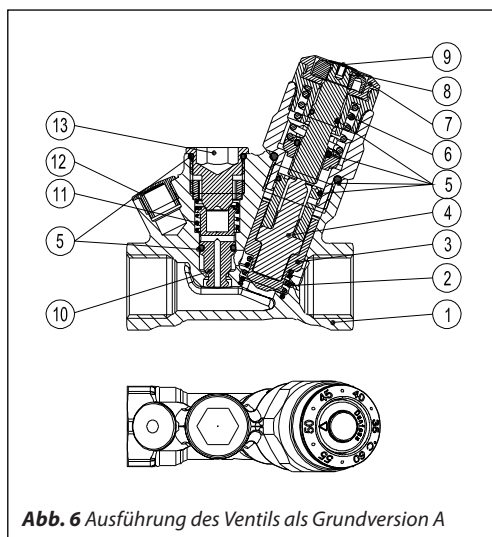
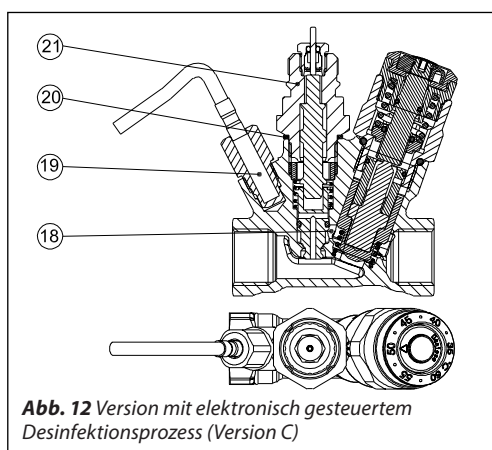

Abb. 6 Ausführung des Ventils als Grundversion A
Abb. 12 Version mit elektronisch gesteuertem Desinfektionsprozess (Version C)
MTCV ist ein selbsttätiges, thermostatisches Regelventil. Ein im Ventilkegel (Abb. 6, Pos. 3) montiertes Thermoelement (Abb. 6, Pos. 4) bewirkt eine Reaktion des Ventils auf Temperaturänderungen.
Eine Sicherheitsfeder (Abb. 6, Pos. 6) schützt das Thermoelement vor Beschädigung, wenn die Wassertemperatur den Sollwert übersteigt.
Nach Entfernen des Abdeckstopfens am Desinfektionsanschluss (Abb. 6, Pos. 13) kann das thermostatische Desinfektionsmodul unter Anlagendruck ohne Betriebsunterbrechung montiert werden (Abb. 9, Pos. 17).
- 1–13 Wie in Abb. 6
Nach Entfernen der Abdeckung des Desinfektionsmodul-Anschlussstutzens (Abb. 6, Pos. 13) lassen sich der Adapter (Abb. 12, Pos. 21) und der thermische Stellantrieb TWA montieren. Am Thermometerstutzen wird ein Temperatursensor (PT 1000) montiert (Abb. 12, Pos.